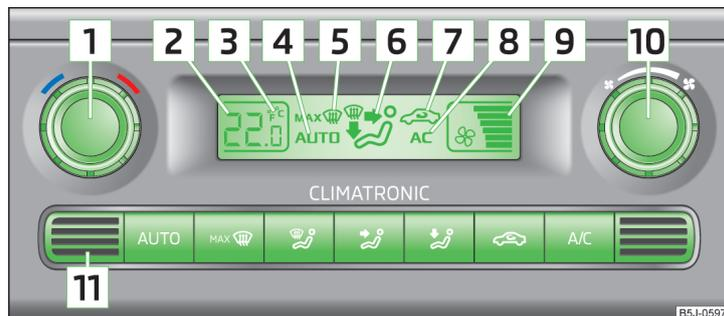

Fig. 102 Climatronic: elementos de manejo
No cubra con adhesivos ni tape el sensor de la temperatura del habitáculo **[1]**» fig. 102; de lo contrario, esto podría influir negativamente sobre el Climatronic.
- » Pulsar la tecla **AUTO**» fig. 102 de la página 101, en la pantalla se visualiza **AUTO**.
- » Girar el regulador giratorio **[1]** » fig. 102 de la página 101 hacia la izquierda o la derecha para reducir o aumentar la temperatura.
En la pantalla aparecerán los datos en la unidad de medida deseada de la temperatura (pos. **[3]** » fig. 102 de la página 101).
- » Pulsar la tecla de símbolo  » fig. 102 de la página 101.
- » Pulsar de nuevo la tecla de símbolo  » fig. 102 de la página 101.
➤ Gire el regulador giratorio **10** » fig. 102 de la página 101 hacia la izquierda o la derecha para reducir o aumentar la velocidad de giro del ventilador.
El número de revoluciones ajustado para el ventilador se muestra en la pantalla con el número pertinente de segmentos en el símbolo **9** » fig. 102 de la página 101.
➤ Pulsar la tecla de símbolo **MAX** » fig. 102 de la página 101.
➤ Pulsar de nuevo la tecla de símbolo **MAX** » fig. 102 de la página 101 o la tecla de símbolo **AUTO**.